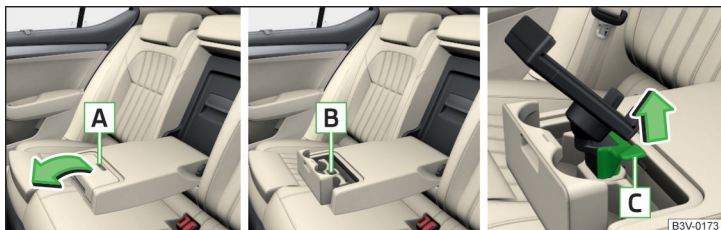

Abb. 124 Ablagefach öffnen / Raum für Halter / Halter ausbauen
- › Den Ablagefachdeckel an der Aussparung **A** fassen » Abb. 124.
- › An der Sicherungslasche **C** in Pfeilrichtung ziehen » Abb. 124.